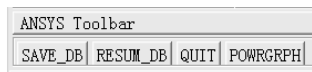

图 2-150 工具条
(22) 单击 “Glue Volumes” 窗口中的 “OK” 按钮, B、C 梁板被结合在一起。
(23) 单击操作界面左上角工具条中的 “SAVE_DB” 按钮 (见图 2-150), 保存文件。